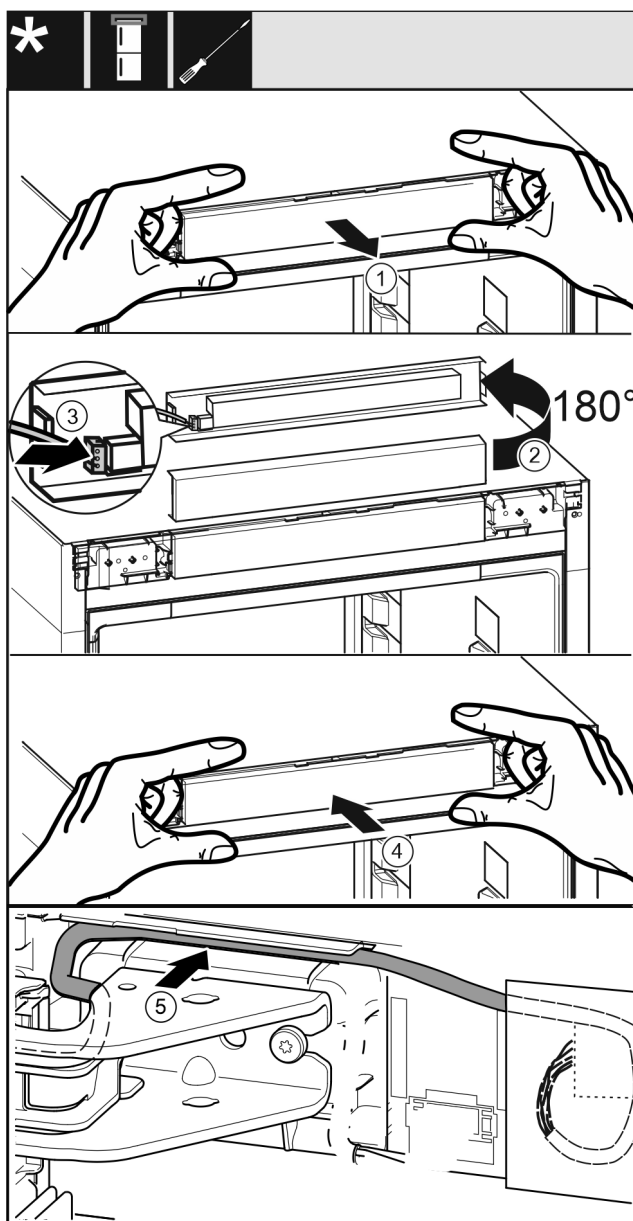

Fig. 61
- ▶ Óvatosan vegye ki a kezelőpanelt Fig. 61 (1).
- ▶ Fordítsa felfelé a kezelőpanelt Fig. 61 (2) 180°-kal.
- ▶ Pattintsa rá a dugót Fig. 61 (3) a kezelőelem paneljére.
- ▶ Pattintsa vissza a kezelőpanelt Fig. 61 (4) a készülékre.
- ▶ Vezesse el óvatosan a kábelt Fig. 61 (5) a felső csapágybak fölötti vezetősínben.